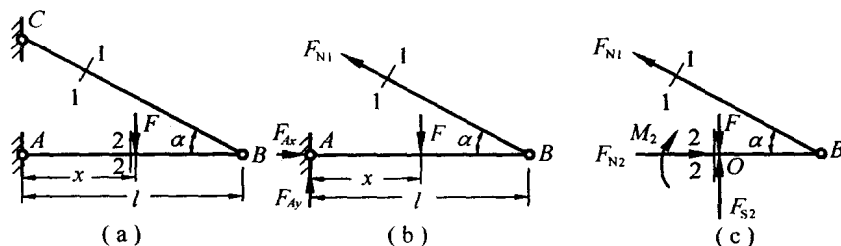

图 1-3
1.3 在图 1-3(a) 所示的简易吊车横梁上, F 力可以左右移动。试求截面 1-1 和 2-2 上的内力及其最大值。
解 应用截面法,取图 1-3(a) 所示截面 1-1 以右部分作为研究对象,其受力如图 1-3(b) 所示。由平衡条件 $\sum M_A = 0, F_N l \sin \alpha = Fx$, 解得 $F_{N1} = Fx/(l \sin \alpha)$ 。因 x 的变化范围是 $0 \leq x \leq l$, 所以当 $x = l$ 时, F_{N1} 达到最大值, 即 $F_{N1\max} = F/\sin \alpha$ 。
应用截面法,取图 1-3(a) 所示截面 1-1 和 2-2 以右部分作为研究对象,受力如图 1-3(c) 所示。由平衡条件 $\sum F_x = 0, F_{N2} - F_{N1} \cos \alpha = 0; \sum F_y = 0, F_{S2} - F + F_{N1} \sin \alpha = 0; \sum M_O = 0, F_{N1} \sin \alpha (l-x) - M_2 = 0$, 解得 $F_{N2} = xF \cot \alpha / l, F_{S2} = (1-x/l)F, M_2 = (l-x)Fx/l$ 。